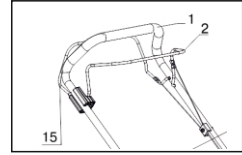

рис. 6
1. Для модели L4410 - отпустите рычаг остановки двигателя (2, рис.6).
2. Для модели L4410S - отпустите рычаг привода колёс (15, рис.6) и рычаг остановки двигателя (2, рис.6).